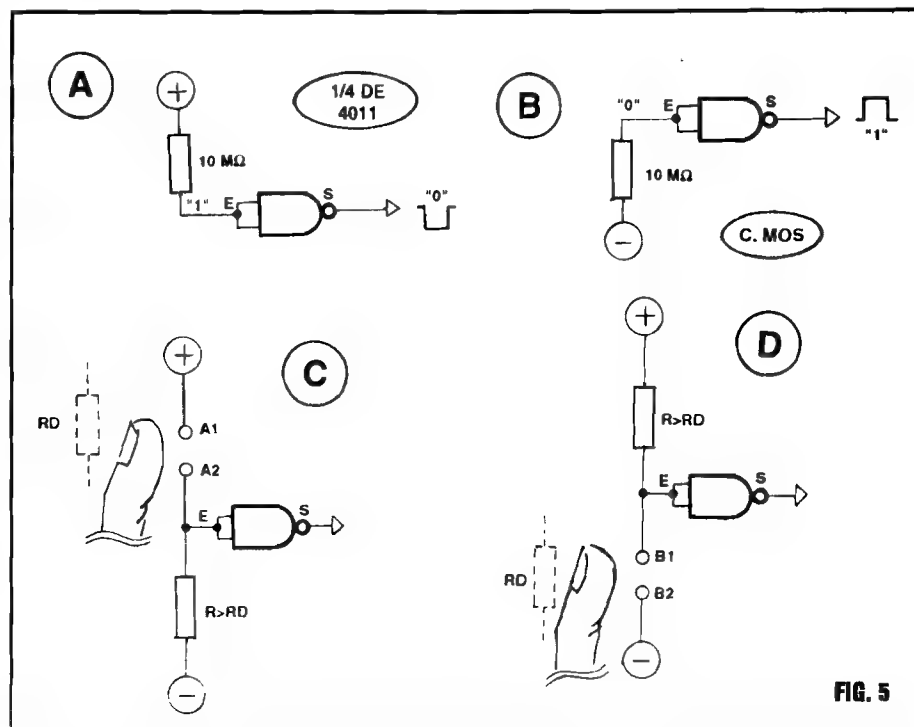

FIG. 5
- FIG. 5 - MAIS DADOS PRÁTICOS SOBRE OS VERSÁTEIS C.MOS - Um ponto que nunca deve ser esquecido (por isso mesmo repetimos tanto tal conceito...) é o que refere à super-elevada impedância de Entrada dos C.MOS, com o que a necessidade de Corrente para que elas “interpretem” corretamente os níveis ou “estados” digitais a elas aplicados, torna-se extremamente baixa... Como exemplo prático, observem o diagrama **A** da figura, onde juntamos as duas Entradas de um **gate NAND** (1/4 de 4011...) de modo a formar um bloco simples **inversor** (reveja a “Aula” passada, se já tiverem “esquecido”...). A Entrada **E** “verá” um nível “1” ou “alto”, mesmo estando ligada ao **positivo** da alimentação através de um resistor de valor **bastante** elevado (no caso, 10M...). Mesmo a diminuta Corrente que “consegue atravessar” o resistor de 10M, no exemplo, é suficiente para determinar o desejado nível “alto” na referida Entrada, obtendo-se assim (pela ação **inversora** do bloco...) um nível “baixo” (ou “0”...) na respectiva Saída... No item **B** da figura, temos um exemplo inverso, com a Entrada do **gate** perfeitamente “aceitando” um consistente nível “baixo”, mesmo estando ligada à linha do **negativo** da alimentação via resistor de elevados 10 milhões de ohms... Na verdade, os requisitos de Corrente nas Entradas são tão “próximos de nada”, que mesmo “enfileirando-se” - por exemplo - 10 resistores de 10M cada (maior valor comercial facilmente “encontrável”) - perfazendo um “baixa” resistor de 100M, e ligando-o esse super-valor resistivo conforme exemplificam os diagramas **A** ou **B** da figura, teríamos **rigorosamente** o mesmo comportamento e “aceitação” dos níveis digitais...! É justamente graças a essa extrema sensibilidade de Entrada, que os **gates C.MOS** são facilmente utilizáveis para aplicações de **sensoriamento** direto do **toque de um dedo** para comandos diversos...! Observem os dois diagramas, nos itens **C** e **D** da figura... Novamente exemplificando a “coisa” com um simples **inversor** “feito” pela unificação das duas Entradas de um **gate NAND** (1/4 de 4011...), notem que bastará “encostar” um dedo nos contatos